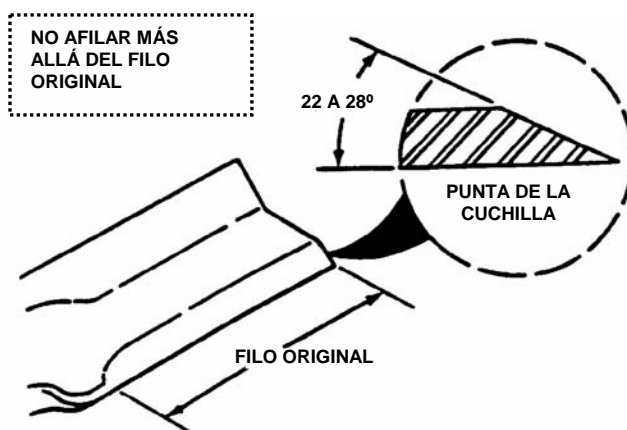

FIGURA 4.12
6. Si la cuchilla está en buen estado, afílela en un ángulo de 22 a 28 grados. **NO** afile más allá del filo (borde cortante) existente. Vea la figura 4.12.